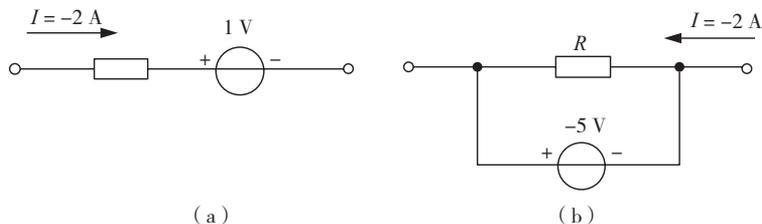

图 1-26 简答题 1 电路图
1. 图 1-26 所示为电流或电压的参考方向，试判别其实际方向。